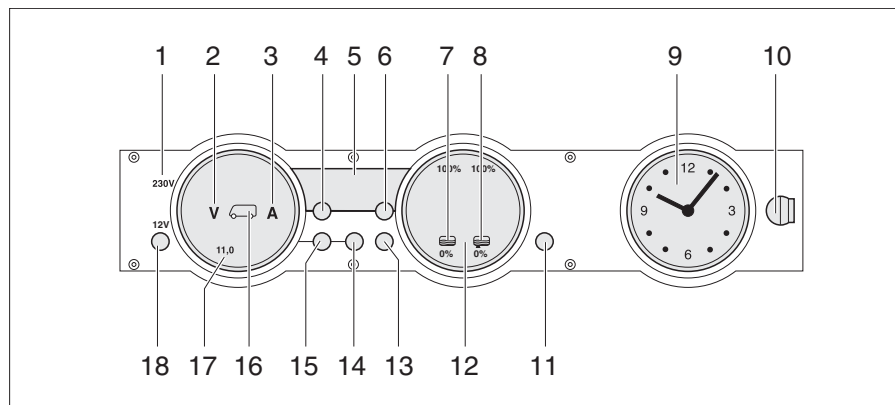

Fig. 225 Panel MP 20-T
La luz de control de 230 V (Fig. 225,1) se enciende cuando hay tensión de red en la entrada del bloque eléctrico.
El interruptor principal de 12 V (Fig. 225,18) conecta y desconecta el panel y la alimentación de 12 V del habitáculo.
- Pulsar la tecla "12 V" (Fig. 225,18) brevemente. La alimentación de 12 V del habitáculo está conectada. La visualización de control "12 V" está encendida.
- ▷ En caso de que después de la conexión parpadeen tanto el LED "11,0" de la visualización de voltios así como el símbolo Voltios "V" (Fig. 225,2) en el instrumento indicador Baterías (Fig. 225,17), será demasiado baja la tensión de la batería del habitáculo. Cargar la batería.
- ▷ En caso de que después de la conexión parpadeen tres veces la visualización de control "12 V", el símbolo Batería del habitáculo (Fig. 225,16) y el símbolo Voltios "V" (Fig. 225,2), estará activada la separación de batería. Desactivar la separación de batería.
- Pulsar la tecla "12 V" (Fig. 225,18) brevemente. La alimentación de 12 V del habitáculo está desconectada. La visualización de control "12 V" se apaga.
- Pulsar la tecla Batería del habitáculo (Fig. 225,14) y mantenerla pulsada aprox. 10 segundos. Los símbolos Voltios "V" (Fig. 225,2) y Amperios "A" (Fig. 225,3) parpadean tres veces. La batería del habitáculo está separada de la red de a bordo de 12 V.
- Pulsar la tecla "12 V" (Fig. 225,18) y mantenerla pulsada aprox. 5 segundos. El símbolo Voltios "V" (Fig. 225,2) parpadeará tres veces. La batería del habitáculo está conectada a la red de a bordo de 12 V. La visualización de control estará encendida durante aprox. 2 segundos.
- Pulsar la tecla Batería del habitáculo  (Fig. 225,14). El símbolo Voltios "V" (Fig. 225,2) estará encendido. Según la carga o la descarga, el símbolo Amperios "A" estará iluminado de color blanco o rojo. La tensión de la batería y la corriente de la batería del habitáculo se visualizan a través de LEDs en el instrumento indicador.
- Pulsar la tecla Batería del motor de arranque  (Fig. 225,15). El símbolo Voltios "V" (Fig. 225,2) estará encendido. La tensión de la batería del motor de arranque es visualizada a través de LEDs en el instrumento indicador.
- Pulsar la tecla Depósitos  (Fig. 225,13). Los símbolos Depósito de agua  (Fig. 225,7) y Depósito de aguas residuales  (Fig. 225,8) estarán encendidos. Los niveles de llenado del depósito de agua (escala izquierda) y del depósito de aguas residuales (escala derecha) serán visualizados a través de LEDs en el instrumento indicador.
El símbolo Voltios "V" (Fig. 225,2) y el LED "11,0" parpadearán tan pronto la tensión de la batería caiga abajo de 11 V (medición durante el funcionamiento) y exista el riesgo de una descarga completa.
El símbolo Depósito de agua "☰" (Fig. 225,7) o el símbolo Depósito de aguas residuales "☷" (Fig. 225,8) parpadeará si el depósito de agua está vacío o el depósito de aguas residuales está lleno.
A través del visualizador digital (Fig. 225,5) es posible visualizar la temperatura interior y la temperatura exterior.